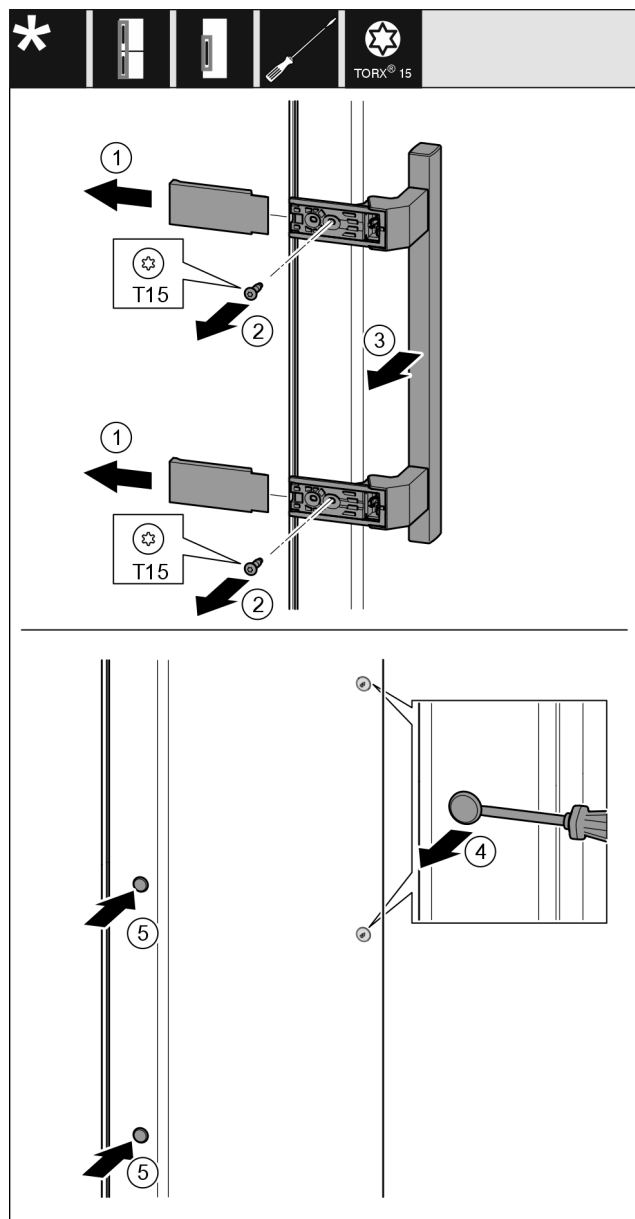

Fig. 19
- 拆下盖板 Fig. 19 (1)。
- 用螺丝刀将螺钉 Fig. 19 (2) 旋开。
- 取下把手 Fig. 19 (3)。
- 用带槽螺丝刀小心地提起侧边的堵头 Fig. 19 (4) 并将其拉出。
- 将堵头 Fig. 19 (5) 重新放入另一个侧。